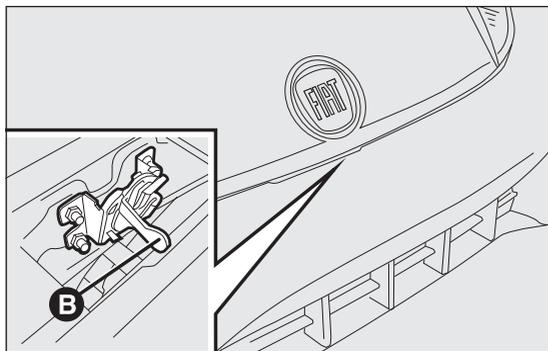

fig. 84
- agire sulla levetta B fig. 84 e sollevare il cofano;